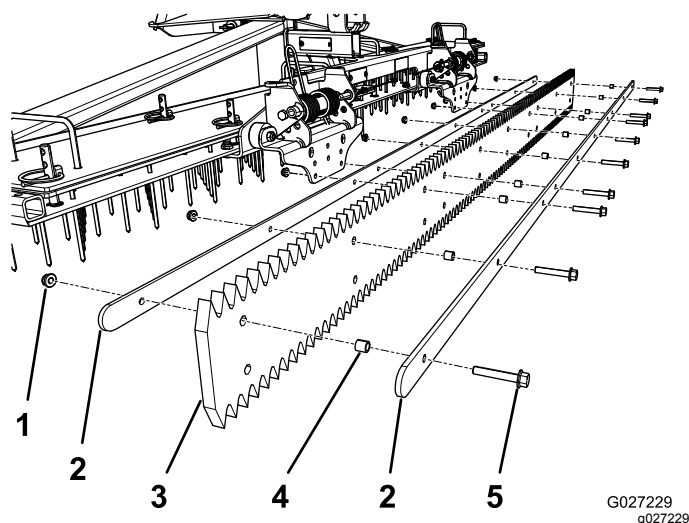

Figure 12
1. Retirez les 10 écrous et les 10 boulons qui fixent les 2 barrettes de support à la lame en caoutchouc (Figure 12).